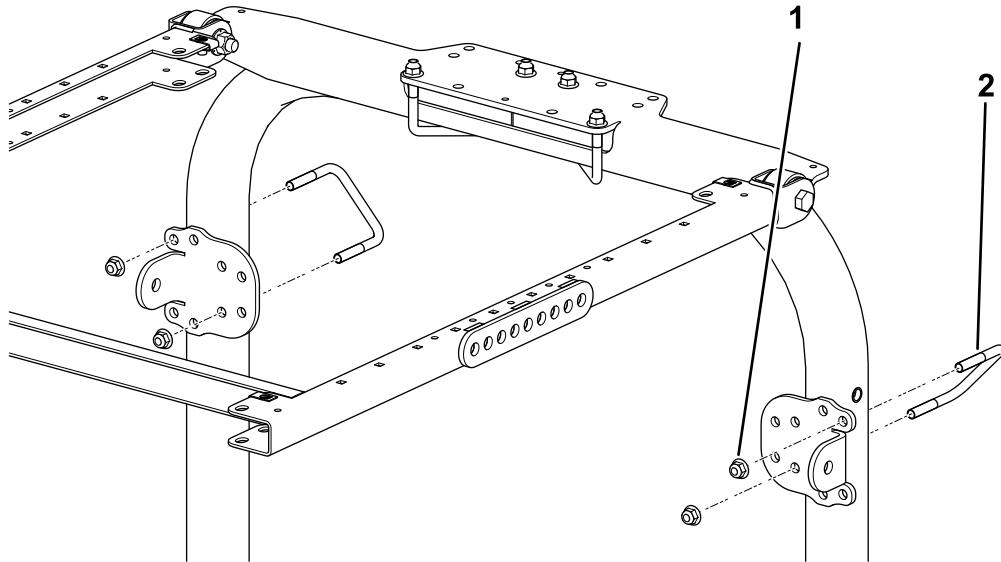

Figura 47
4. Usando los taladros de montaje indicados en la Figura 47, sujete provisionalmente cada uno de los soportes de los tirantes a los postes de la barra antivuelco con un perno en U (3 1/2" x 2 3/4") y 2 tuercas con arandela prensada.